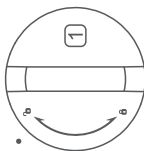

图1
首先关闭冷水角阀，将冷水角阀上金属软管拧下。取出净水机配件袋中一体式进水三通，将其内螺纹的一端拧在冷水角阀上；将刚拧下的金属软管一端拧在一体式进水三通外螺纹上（见图1）。
3、将圆点·与**⌚**图标对齐（图1）